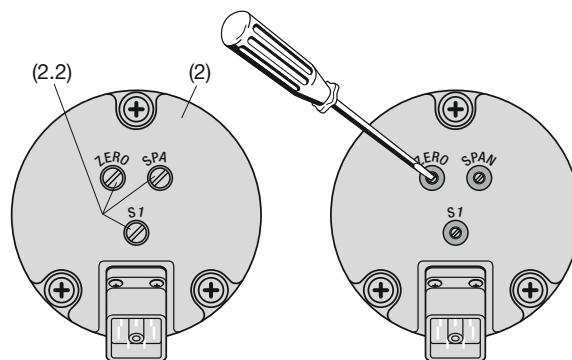
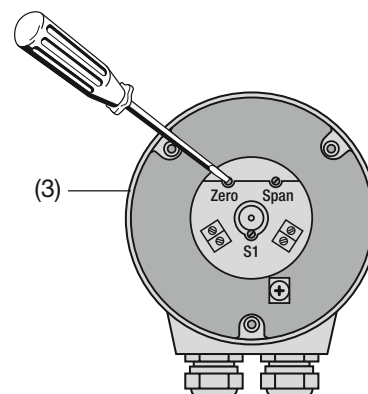

Fig. 9. Partie arrière (2) avec les éléments d'ajustage «ZERO», «SPAN» et «S1».
Fig. 10. Partie arrière (3) avec les éléments d'ajustage «ZERO», «SPAN» et «S1».
- ... avec **connecteur à fiche** enlever les joints à vis ZERO/SPAN (2.2), (Fig. 9, à gauche).
Ensuite tourner à l'aide d'un tournevis horloger (Ø 2,3 mm) le potentiomètre «ZERO» (Fig. 9, partie à droite ou Fig. 10) pour obtenir la valeur désirée précise du courant de sortie.
Les convertisseurs angulaires avec une étendue de mesure > 150 \angle ° comportent pour l'inversion du sens de rotation un commutateur marqué (Fig. 9 et Fig. 10).
... avec **connecteur à fiche** enlever le joint à vis S1 (2.2), (Fig. 9, à gauche).